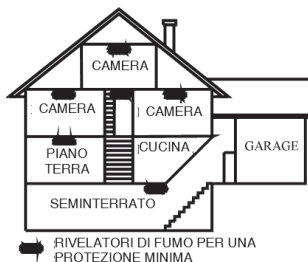

Figura 2: Posizionamento dei rivelatori di fumo e calore in una abitazione su più livelli
- Installare un rivelatore di fumo e di calore ad ogni piano di una abitazione a più livelli (*vedi Figura 2*).